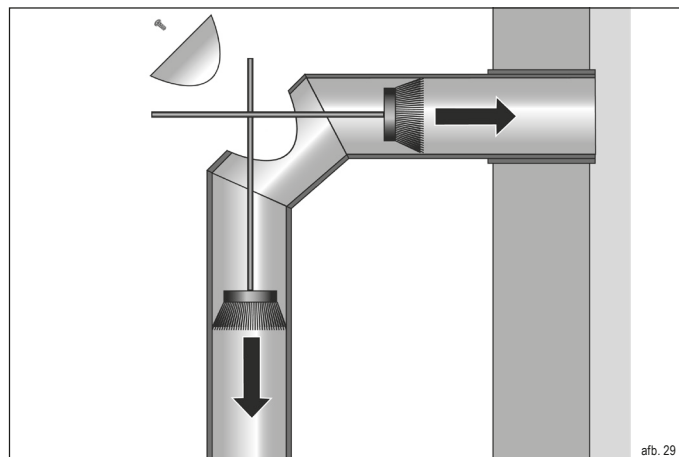

afb. 28
- ▶ Smeer de punten met het speciale vet uit de startbox (afb. 28).